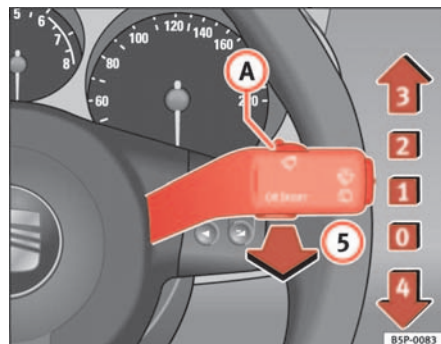

Fig. 86 Alavanca do limpa/lava-vidros
A alavanca do limpa-vidros ⇒ fig. 86 tem as seguintes posições:
- Se o veículo parar com o limpa-vidros ligado no nível **2** ⇒ página 122, fig. 86 ou **3**, é automaticamente ligado o nível mais baixo seguinte. Se o veículo voltar a arrancar, é de novo activado o nível do limpa-vidros que foi seleccionado